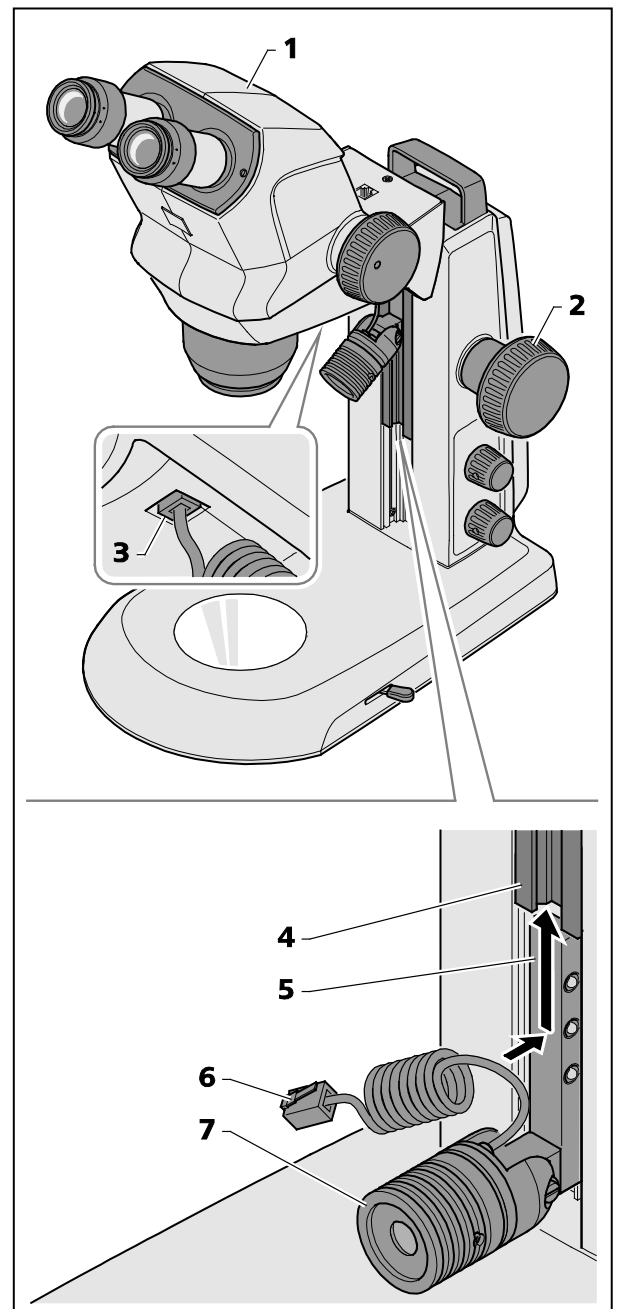

Bild 9 Spot-Leuchte montieren
- Den Mikroskopkörper (Bild 9/1) mittels Fokussierknopf (Bild 9/2) in die oberste Position fahren.
- Die Spot-Leuchte (Bild 9/7) mit dem Halter (Bild 9/5) von unten in die Führung (Bild 9/4) des Stativs einsetzen und bis in die gewünschte Position nach oben schieben.
- Das Anschlusskabel (Bild 9/6) der Spot-Leuchte in die untere Buchse des Stemi-Trägers (Bild 9/3) einstecken.